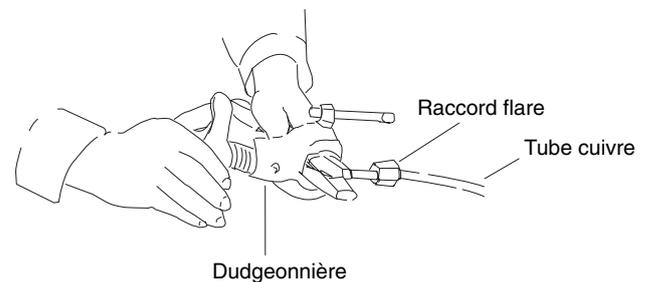

Fig. 7-3
- (3) Récupérez l'écrou flare sur l'unité et placez-le sur le tube à évaser.
- (4) Evasez l'extrémité du tube cuivre à l'aide d'une dudgeonnière.* (Fig. 7-3)